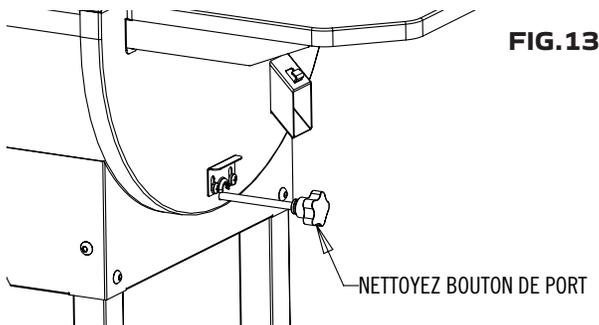

FIG. 13
2. Soulever le système de blocage de la tige et tirer le bouton de la tige de nettoyage pour vider les cendres dans le récipient prévu à cet effet. Voir la Fig 13.